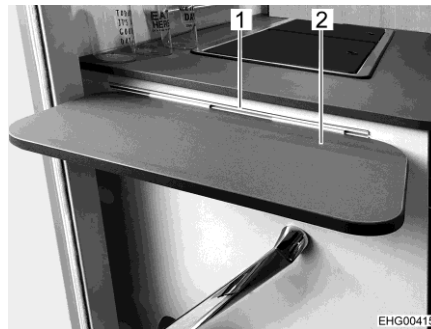

Fig. 11 Tablette rallonge pour la cuisine
- ▶ En cas d'accident ou de freinage d'urgence, la tablette rallonge pour la cuisine peut blesser les passagers du véhicule. Avant le départ, décrocher la tablette rallonge pour la cuisine (Fig. 11,2) du rail (Fig. 11,1) et la mettre en sûreté.